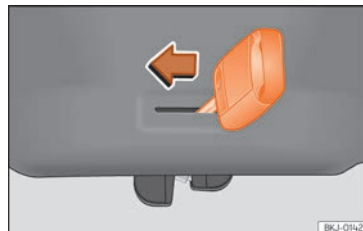

Abb. 95 Detail Gepäckraum: Notentriegelung.
- Führen Sie den Schlüsselbart in den Schlitz ein und drehen Sie den Schlüssel in Pfeilrichtung, bis sich das Schloss öffnet »» **Abb. 95**.